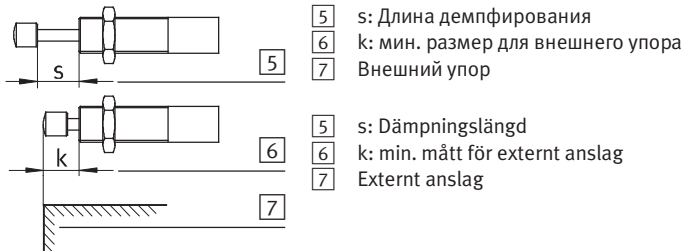

Fig. 3
- Внешний упор [7] (→ Fig. 3) исключает перегрузку амортизатора YSR-C вследствие чрезмерной силы инерции и обеспечивает дополнительно прецизионный концевой упор (→ Fig. 3).
- Уменьшить скорость при столкновении; измерить длину демпфирования (s) [5] (→ Fig. 3) для контроля (→ Технические данные Fig. 8). Недостаточная длина демпфирования сигнализирует о потере масла в больших количествах. В этом случае требуется заменить амортизатор YSR-C.
- Контролируйте потерю масла в амортизаторе YSR-C после примерно 2 млн. рабочих циклов. При этом рекомендуется проводить контрольное измерение длины демпфирования (s) (→ Fig. 3) амортизатора YSR-C. В остальном амортизатор YSR-C не требует технического обслуживания.